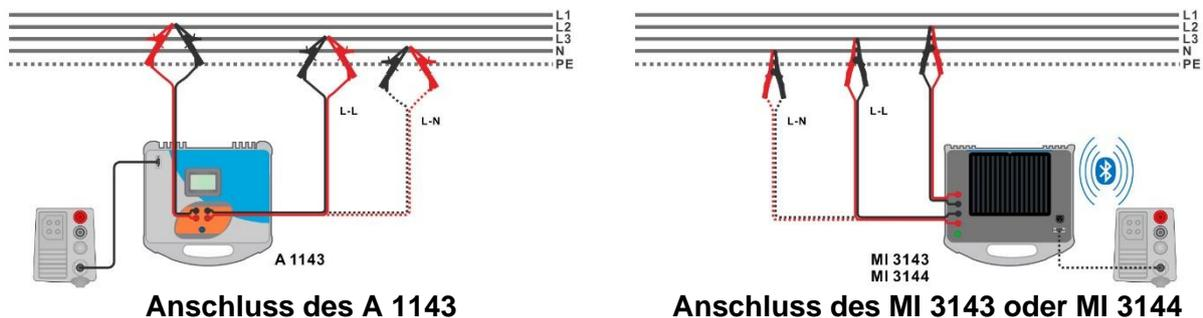

Abbildung 7.44: Hoch präzise Messung der Leitungsimpedanz Phase-Neutral oder Phase-Phase
- › Für den Anschluss der Prüfleitungen am Prüfobjekt, siehe **Abbildung 7.44**.